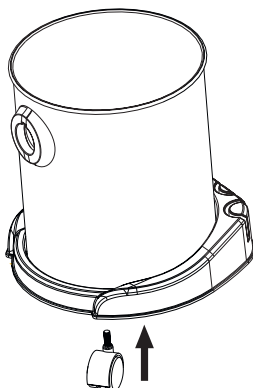

Fig. 3 – Instalação dos rodízios
- Instale os 4 rodízios que acompanham o produto, Fig. 3.